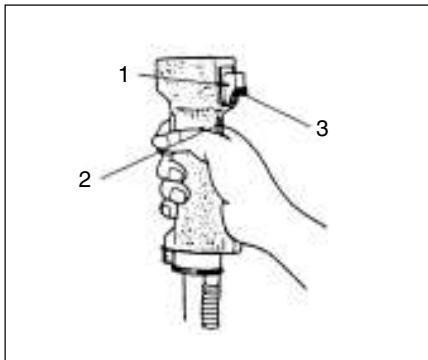

Fig.2-2
(En) Starting (Fig. 2-2, 2B)
1. Set ignition switch (1) to ON position. (Fig. 2-2)
(Fr) Démarrage (Fig. 2-2, 2B)
1. Placer l'interrupteur marche-arrêt (1) en position marche (ON). (Fig. 2-2)
(It) Avviamento (Fig. 2-2, 2B)
1. Spostare l'interruptore di accensione (1) su ON. (Fig. 2-2)